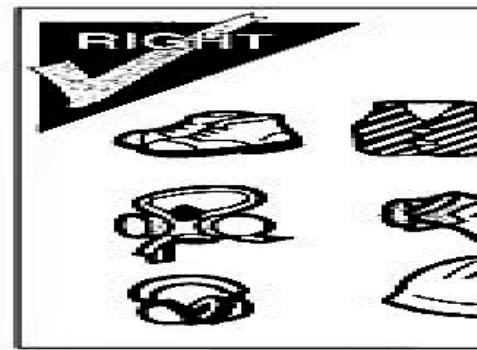

Рис. 1-4
1.3.1.6 Во время работы с машиной необходимо использовать средства индивидуальной защиты (как показано на Рис. 1-4)